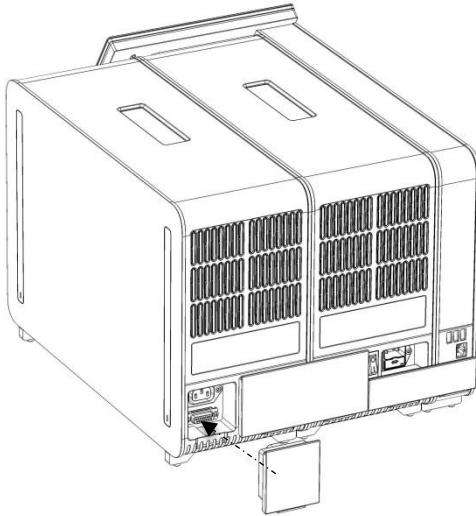

Figura 16. Conexión del puente de terminación.
7. Conecte el puente de terminación en la parte posterior del módulo analítico (figura 16).